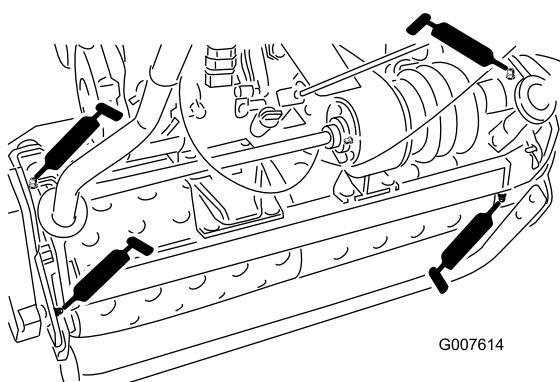

図 15
- ・ ドラムのアクスル (2ヶ所) (図 15)
- ・ デファレンシャル (3ヶ所) (図 15)